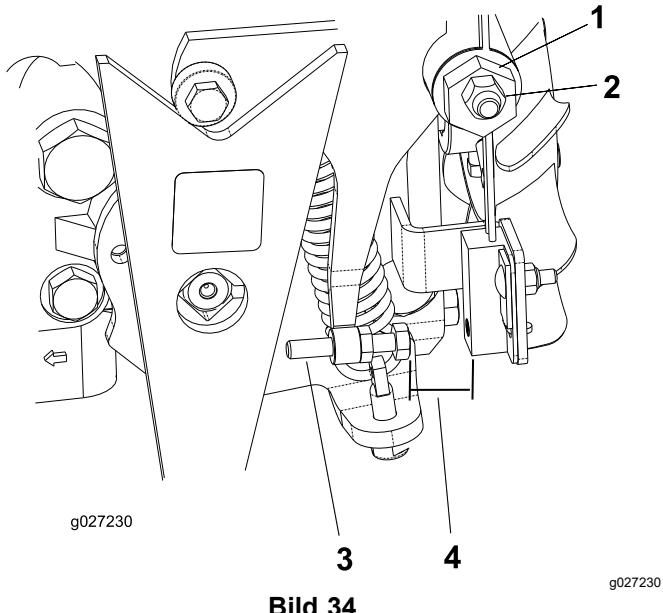

Bild 34
4. Lockern Sie die Sicherungsmutter an der Fahrantriebs-Einstellnocke (Bild 34).
5. Lassen Sie den Motor an und drehen das Sechskant (Bild 34) der Nocke in beide Richtungen, um die zentrale Stellung im Neutralbereich ausfindig zu machen.
3. Stellen Sie die Schraube ein, bis der Abstand $\pm 0,8\text{--}2,3$ mm beträgt, siehe Bild 34.